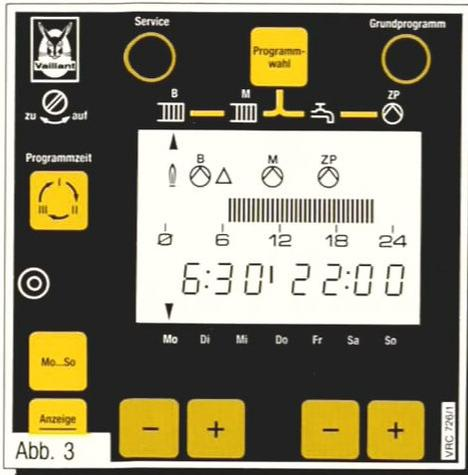

Abb. 3
Das Beispiel in Abb. 3 zeigt die Ein- und Ausschaltzeit für das Programm Heizkreis Brenner (B), Wochentag Mo (Montag) und Zeitfenster I